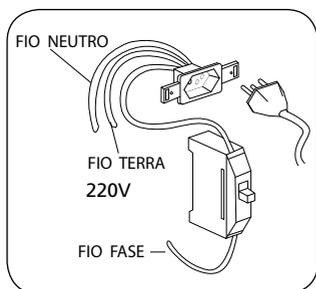

Fig. 10
- Utilizar um disjuntor termomagnético monopolar de 16 A no fio fase, se o sistema elétrico 220 V, de sua residência, for de uma fase mais neutro [fig. 10]. Devido a norma de segurança, recomendamos a utilização do dispositivo de proteção interruptor diferencial residual [DR, In=25 A, I Δ n(sensibilidade)=30mA]